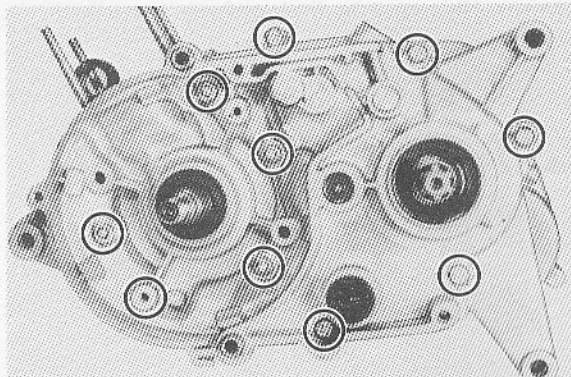

Fig. 3-2-23
1. Working in a crisscross pattern, loosen hexagon bolts 1/4 turn each. Remove them after all are loosened. (Fig. 3-2-23)
1. En agissant de façon alternée, desserrer les boulons hexagonaux d'un quart de tour chacun. Les enlever ensuite après qu'ils sont tous desserrés. (Fig. 3-2-23)